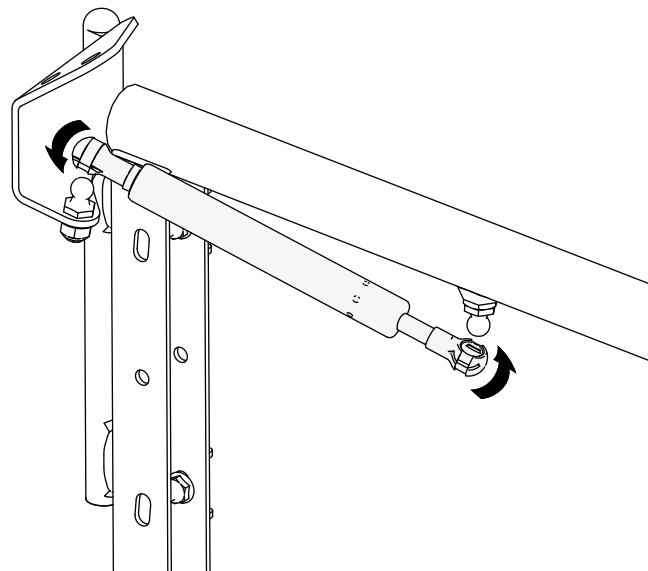

Figura 12
8. Instale un muelle de gas en los espárragos, tal y como se muestra en la Figura 12, con el extremo fijo conectado a la bisagra superior.